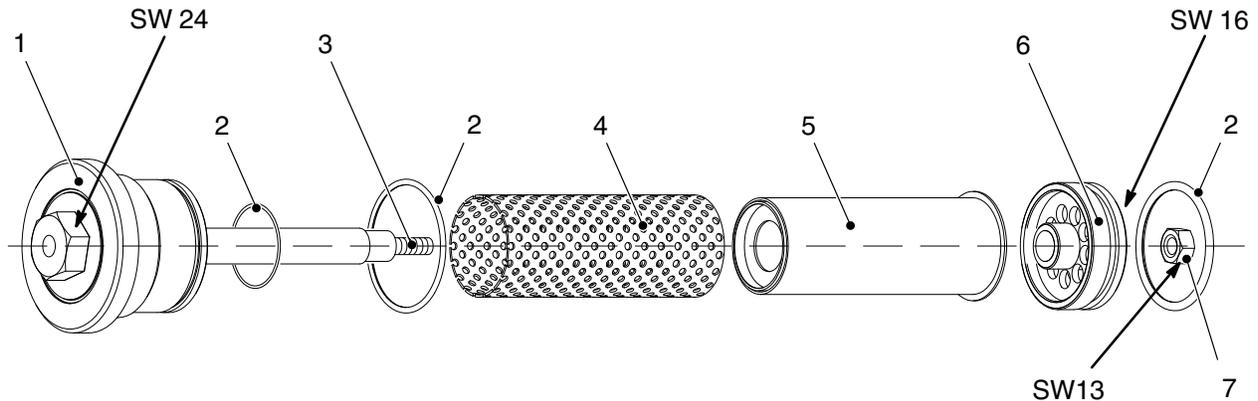

Fig. 5-14
4. Enrosque a porca (6, fig. 5-14) à mão na rosca (3, fig. 5-14). Não se pode comprimir o tecido filtrante.